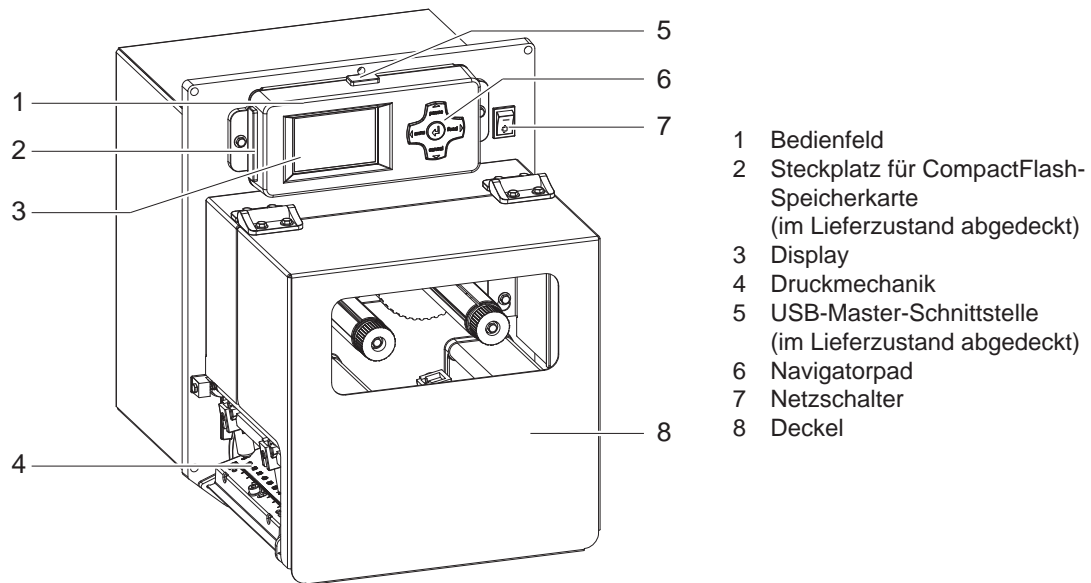

Bild 2 Übersicht
- ▶ Druckmodul am Netzschalter (7 / Bild 2) einschalten.